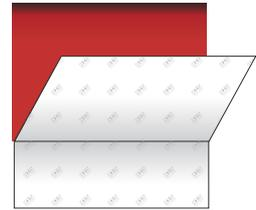

Abbildung 06
- Anschließend ist das „Scharnier“ zu entfernen, um mit dem Abziehen des Liners von der restlichen Folienfläche fortzufahren (siehe die folgenden Absätze). (Abb. 06)